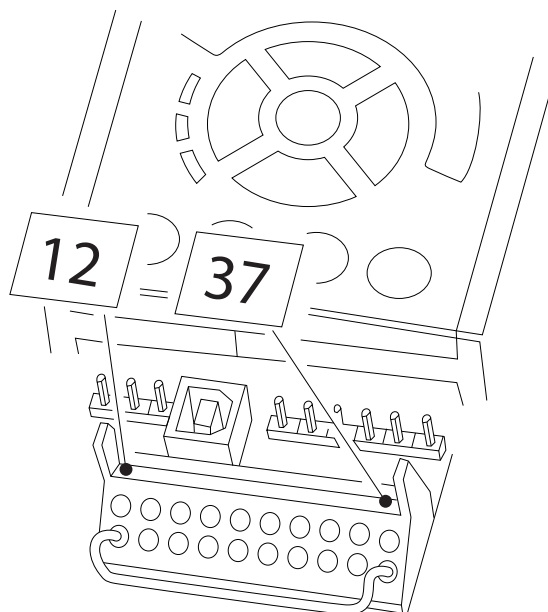

Bild 2.4 Bygel mellan plint 37 och 24 V DC.
1. Bygeln mellan plint 37 och 24 V DC måste tas bort. Det räcker inte att klippa eller bryta bygeln. Ta bort den helt för att undvika kortslutning. Se bygeln i Bild 2.4.